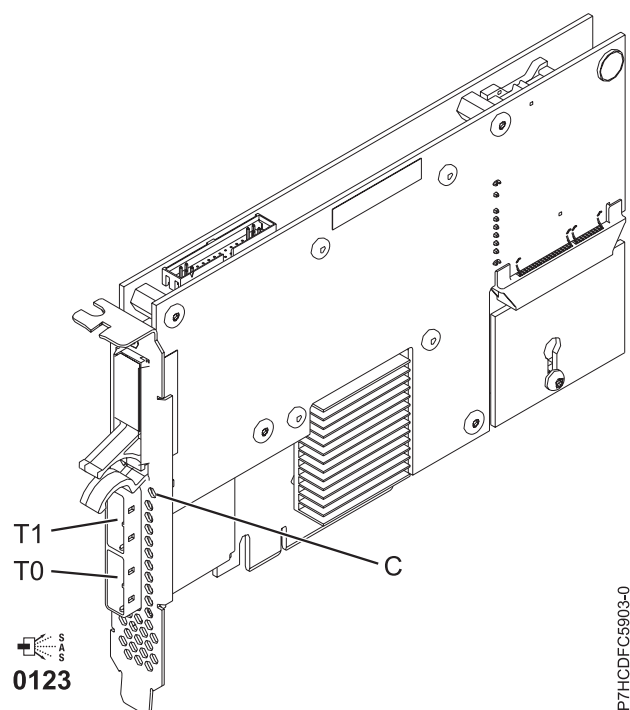

Figura 55. Adaptador RAID SAS de 3 Gb x4 - PCIe dual
O 5903 ou 5805 contém um LED ((C) em Figura 55) que pisca se os dados de cache estão presentes. O LED de dados em cache presente pisca quando há dados possíveis no cache no adaptador. Se o LED de dados em cache presentes está piscando, não substitua o pacote de baterias de cache. Se for substituído quando o LED estiver piscando, os dados do cache serão perdidos. Consulte Figura 55 para localizar o LED de dados em cache presentes nesse adaptador.